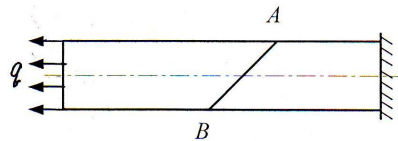

图 2-4
7. 如图 2-4 所示拉杆受力变形时, 斜截面 AB 将 ( )。